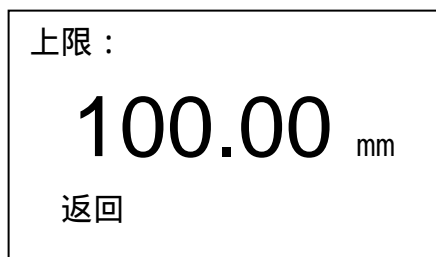

图 22 设置上限
- e. 用 **←** 或 **→** 键设置下限值，设置好后按 **←** 键进入上限设置（如图 22）。